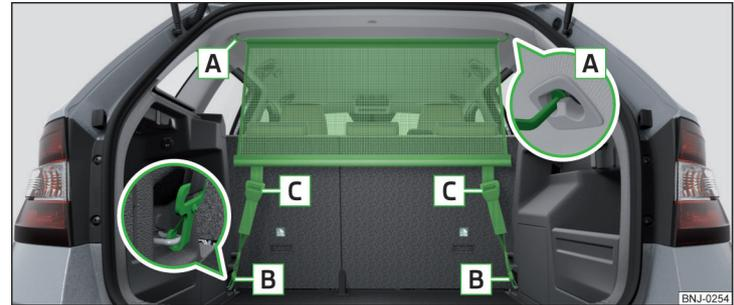

Fig. 98 Red de separación detrás de los asientos traseros
- Montar la barra transversal en el alojamiento **A** » fig. 98, primero en un lado y presione hacia delante. Introduzca de igual modo la barra transversal en el otro lado del vehículo en el alojamiento **A**.